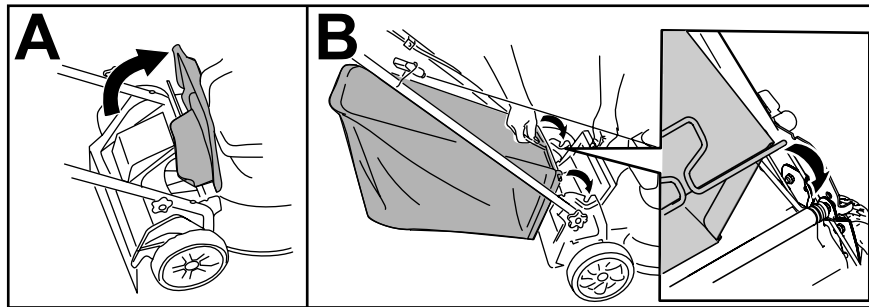

Figura 13
1. Sollevate il deflettore posteriore e tenetelo sollevato (A di Figura 13).
2. Montate il cesto di raccolta, accertandovi che i suoi perni siano inseriti nelle tacche presenti sulla stegola (B della Figura 13).